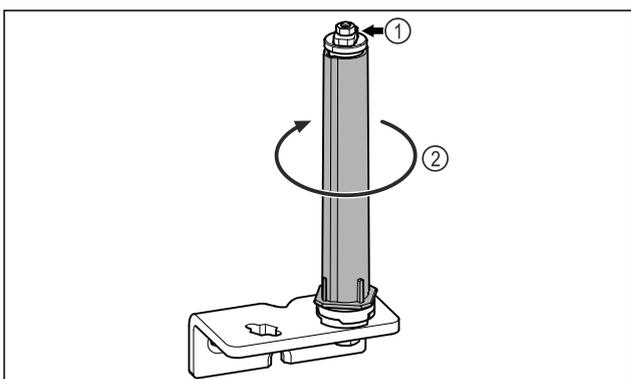

Fig. 16
- ▶ Türschließsystem Fig. 16 (1) nicht zerlegen.
- ▶ Schließsystem Fig. 16 (2) drehen, bis es klickt.